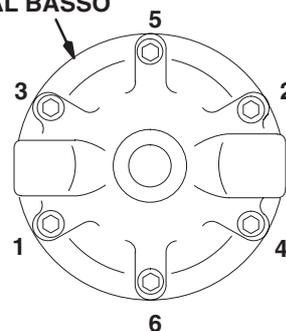

Fig. 4
9. Rimuovere la membrana (22) e la guarnizione (26).
10. Rimuovere la molla (3), lo stelo della valvola (9) e la guarnizione (21) dal corpo dello stelo (18).
12. Posizionare il corpo dello stelo (18) in una morsa. Uno alla volta, inserire la guarnizione (26), il diaframma (22) – *di PTFE bianco di lato al di sotto del corpo inferiore* e la rondella (17) sul corpo dello stelo (18). Assicurarle con il dado di blocco (13). Serrare il dado di blocco sul corpo dello stelo fino a 28-47 N.m.
13. Installare lo stelo della valvola (9), la molla (3), la guarnizione (21) e la vite di ritenzione (10) sul corpo dello stelo (18). Accertarsi che la linguetta sullo stelo della valvola (9) si adatti alla fessura sulla vite (10).
15. Installare le parti assemblate nell'alloggiamento (6).
16. Sul modello 214980 serrare il raccordo della linea dell'aria (29) nel tappo (7). Serrare fino a 28–47 N.m.
17. Rimettere il tappo (7). Serrare i sei tappi a vite (1) nella sequenza mostrata nella Fig. 4, **vista inferiore** e serrare come indicato.
18. Installare la guarnizione (15), la sede della valvola (16) e la sfera (20) nel corpo (6).
19. Avvitare il raccordo girevole (23) con l'anello di tenuta (4) e la molla (40) in posizione sull'ingresso. Serrare fino a 31–36 N.m.